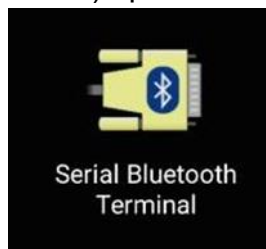

Рисунок 14 – Иконка приложения
2) Установите на смартфон (планшет) скаченное приложение. На рабочем столе вашего устройства появится значок (иконка) приложения (рисунок 14).